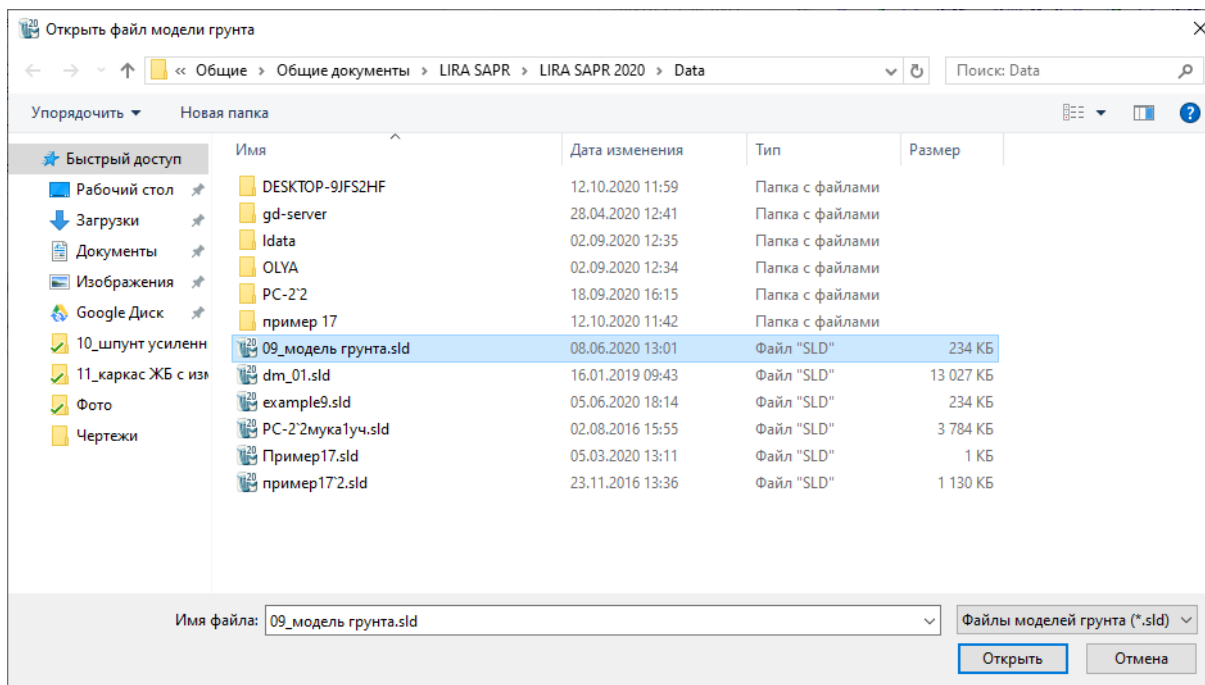

Рис. 22.14. Діалогове вікно **Відкрити файл моделі ґрунту**
- У новому діалоговому вікні **Відкрити файл моделі ґрунту** (рис. 22.14) виберіть рядок **09\_модель ґрунту** і натисніть на кнопку **Відкрити**.